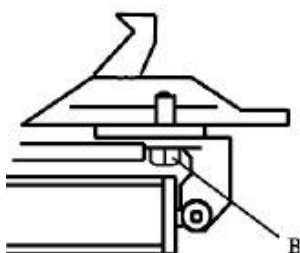

Figure 20
Remarque : Après les 20 premiers jours d'utilisation, fixez les mâchoires en resserrant les vis (B) sur le plateau tournant (figure 20 ci-dessous).